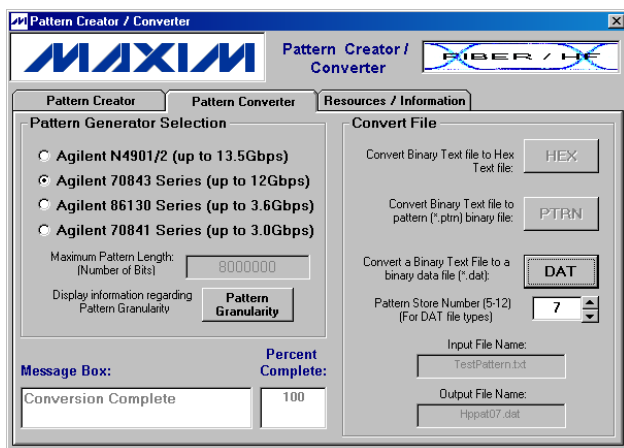

図 19. Converter の実例(ステップ#5)
5. [Save (保存)]ボタンをクリックすると、ファイルは変換され、終了するとメッセージが表示されます。(図 19)。これで、パターン発生器はパターンを読み込んで使用することができます。